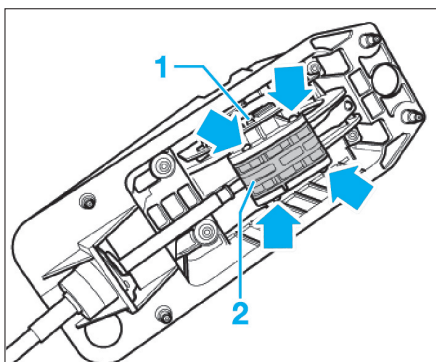

Fig. 27
- Déposer les vis (flèches) (Fig.27).